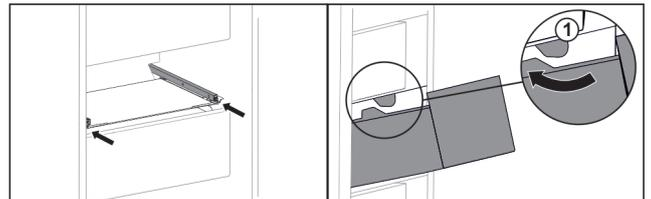

Fig. 53
- ▶ Lade rond de stoppers Fig. 53 (1) leiden.